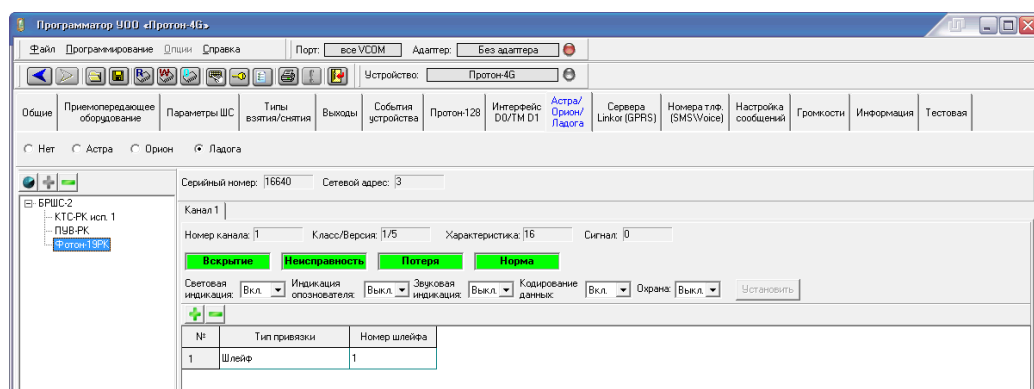

Рисунок 3.50
1) Настройка сработки датчика (рис. 3.50).